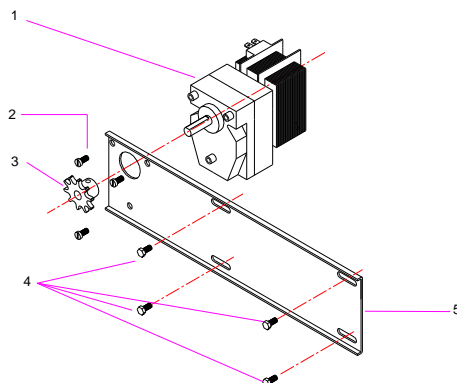

Abbildung 10
- b) Lösen Sie die Schrauben (4) Abb. 10, um die Kette zu entfernen, die das Ritzel (3) mit der Achse des ersten Schwertes verbindet.
- c) Wenn Sie dann die Kette herausgenommen haben, lockern Sie nun bitte vollständig alle Schrauben (4), um die Motorhalterung (5) gleichzeitig mit dem Getriebe zu entfernen.
- d) Lockern Sie die Schraube die das Ritzel (3) an der Getriebeachse festgeschraubt ist, um letztendlich das Getriebe von der Achse beiseite legen zu können. Lockern Sie nun alle Schrauben (2) vollständig, um dann den Getriebemotor von der Motorhalterung zu entfernen.
- Loosen the screws (4) Fig. 10 to remove the chain that joins the pinion (3) and the axle of the first spit.
- Once the chain has been removed, totally remove the screws (4) to take out the motor support (5) along with the motor reducer.
- Loosen the screw fastening the pinion (3) to the axle of the motor reducer to remove it from the axle. Totally screws (2) to dismount the motor reducer from the support.